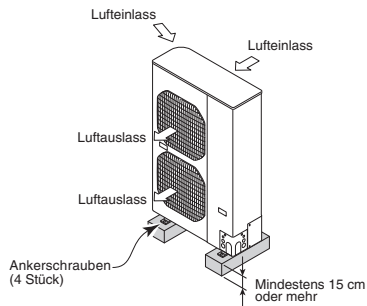

Abb. 2-5
- Stellen Sie die Einheit auf einen festen Sockel (Betonblock, 10 x 40-cm-Balken o.Ä.), so dass sie mindestens 15 cm über dem Boden steht, um Feuchtigkeit zu reduzieren und die Einheit gegen mögliche Wasserschäden und eine Verkürzung der Lebensdauer zu schützen. (Abb. 2-5)